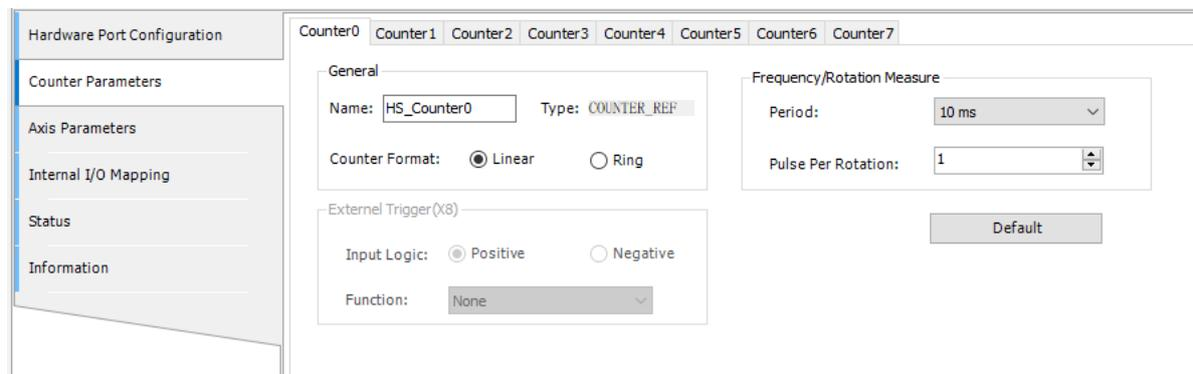

Рис. 2.13. Counter
1. «Counter» – добавление счетчика (рис. 2.13). После выставления галочки в окне «Counter parameters» открывается возможность параметризовать счетчик.